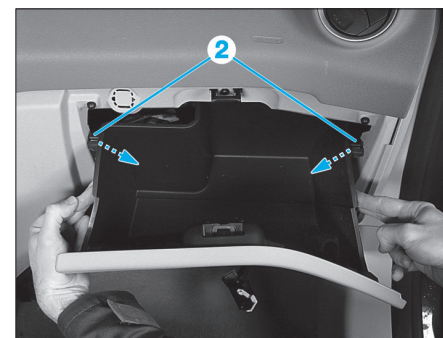

Fig. 4
- dégager la boîte à gants de ses butées (2) (Fig.4).